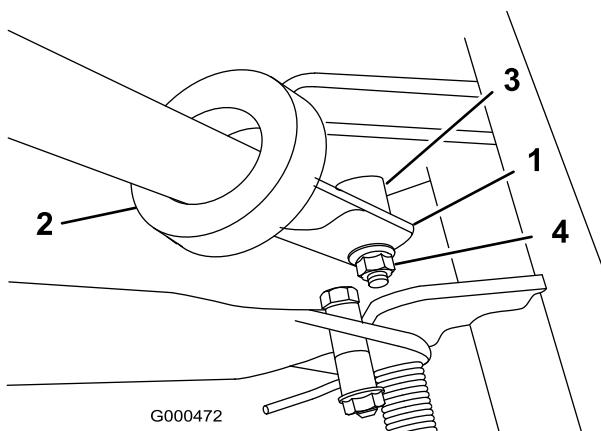

Bild 5
2. Schieben Sie die Griffenden durch die Schlitze in den Griffstützarmen (Bild 5).
3. Drücken Sie die Griffenden nach innen und bauen Sie sie an der Stufe des Schwenkstifts ein (Bild 5).
4. Befestigen Sie den Griff mit der Sicherungsbundmutter und dem Schwenkstift an der Schraube (Bild 5).